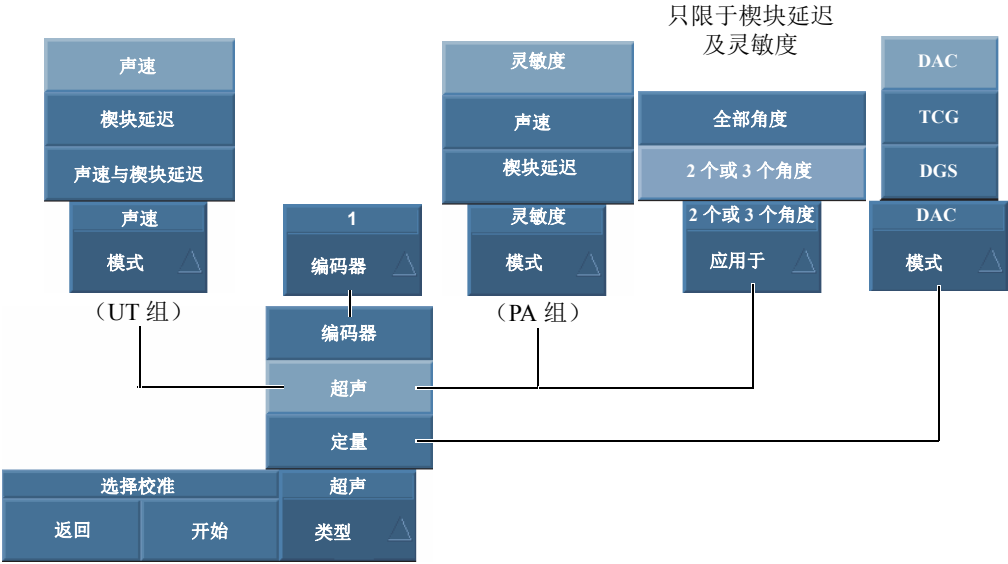
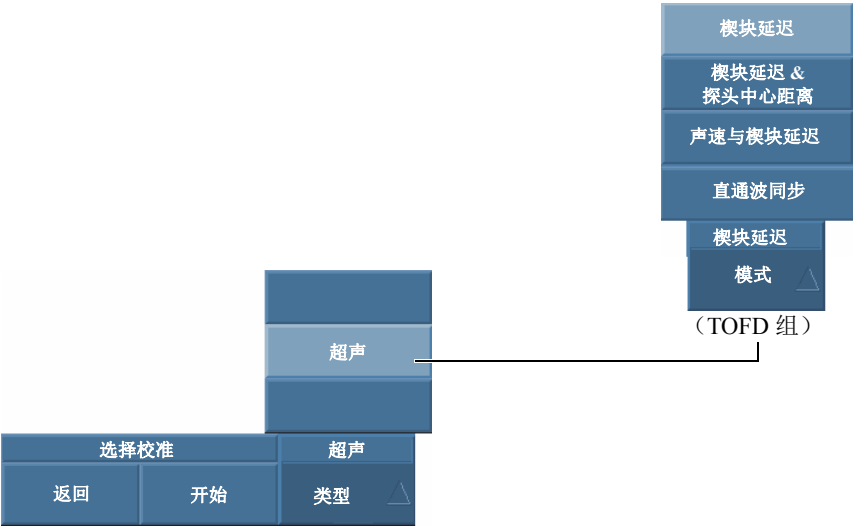

图 5-1 在校准向导的选择校准步骤中可被校准的参数
图 5-2 选择要校准的参数 — TOFD 组
2. 参见第 98 页的图 5-1 和第 98 页的图 5-2，在**类型**列表中，选择需要校准的类型。
3. 根据在前一个步骤中的选择，并继续参照第 98 页的图 5-1，在**编码器或模式**列表中选择想要校准的项目。